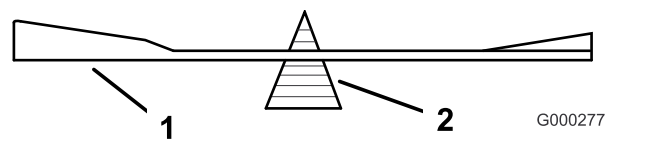

Figura 112
- Verifique el equilibrio de la cuchilla colocándola sobre un equilibrador de cuchillas (Figura 112).